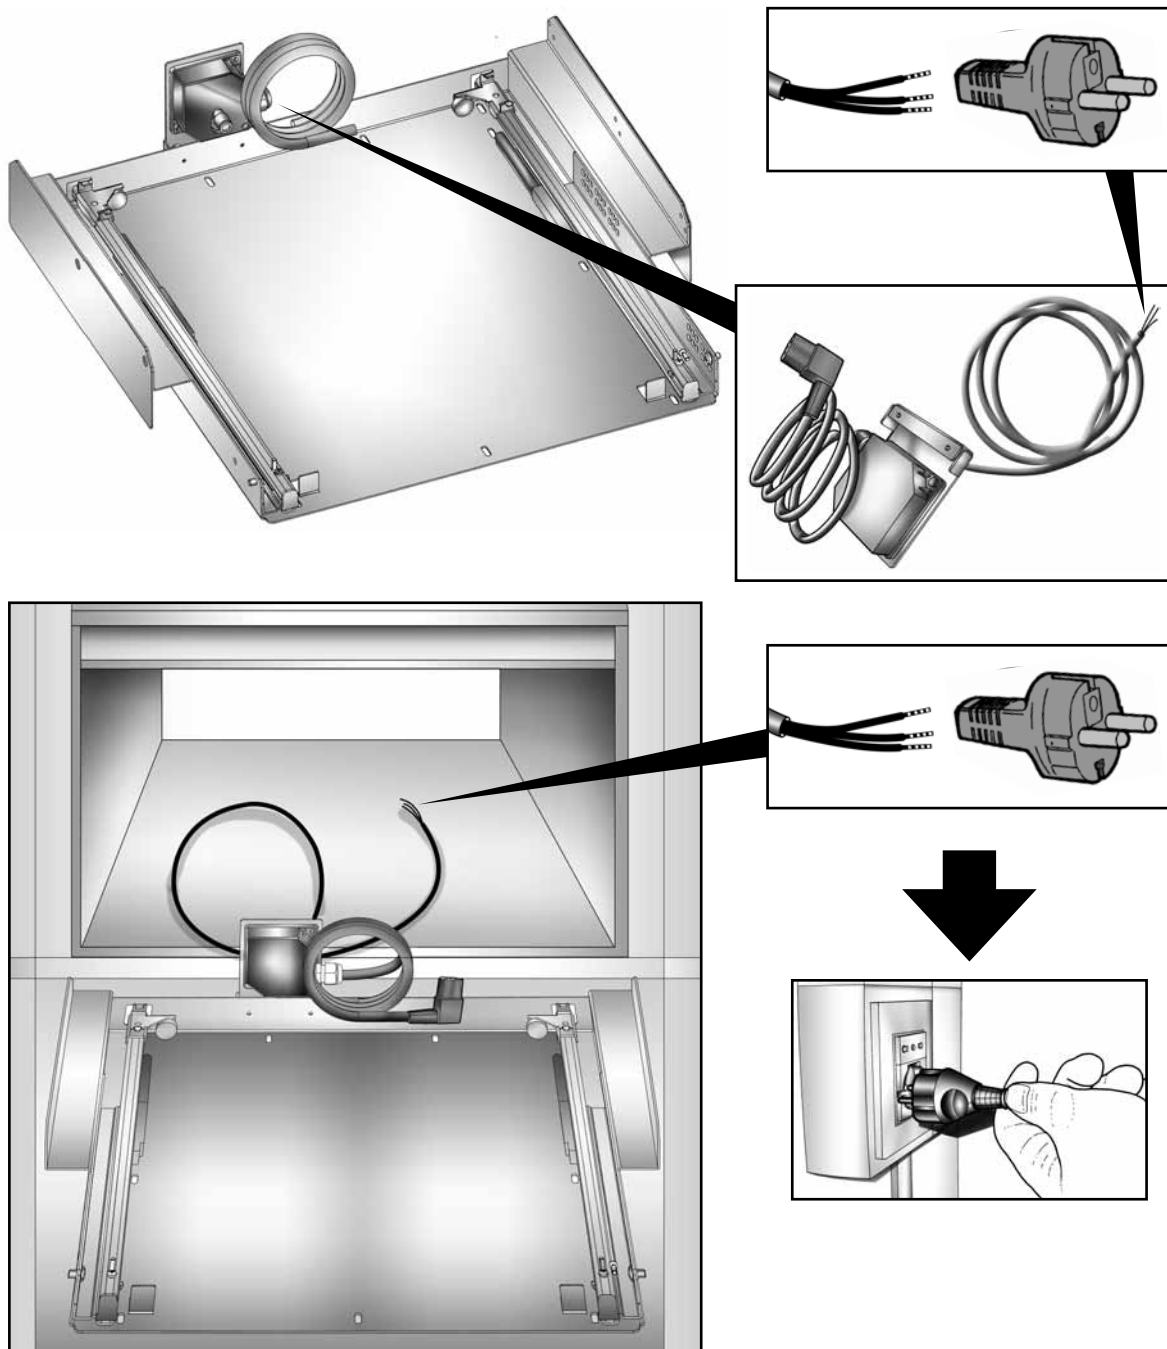

Fig. 1
- 2** Conectar previamente o cabo de alimentação fornecido no kit para embutir a uma tomada de corrente idónea destinada à alimentação elétrica da máquina (**Fig. 1**). Assegurar-se de que a rede de alimentação elétrica à qual o aparelho está conectado esteja desligada durante as operações de instalação. O cabo de alimentação tem 140 cm de comprimento e, por problemas ligados ao superaquecimento, não é possível utilizar extensões ou cabos para prolongá-lo. Ter em mente a posição das tomadas ao definir a disposição de FVCD 270.